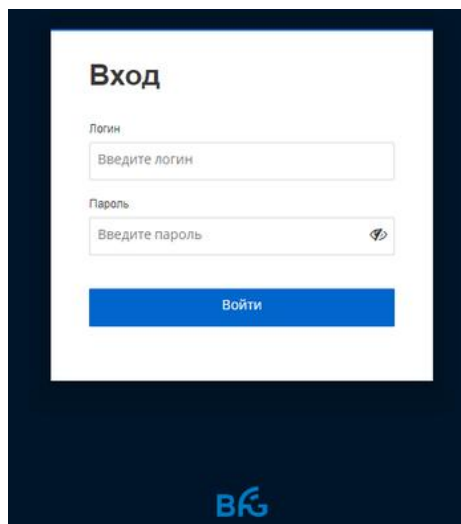
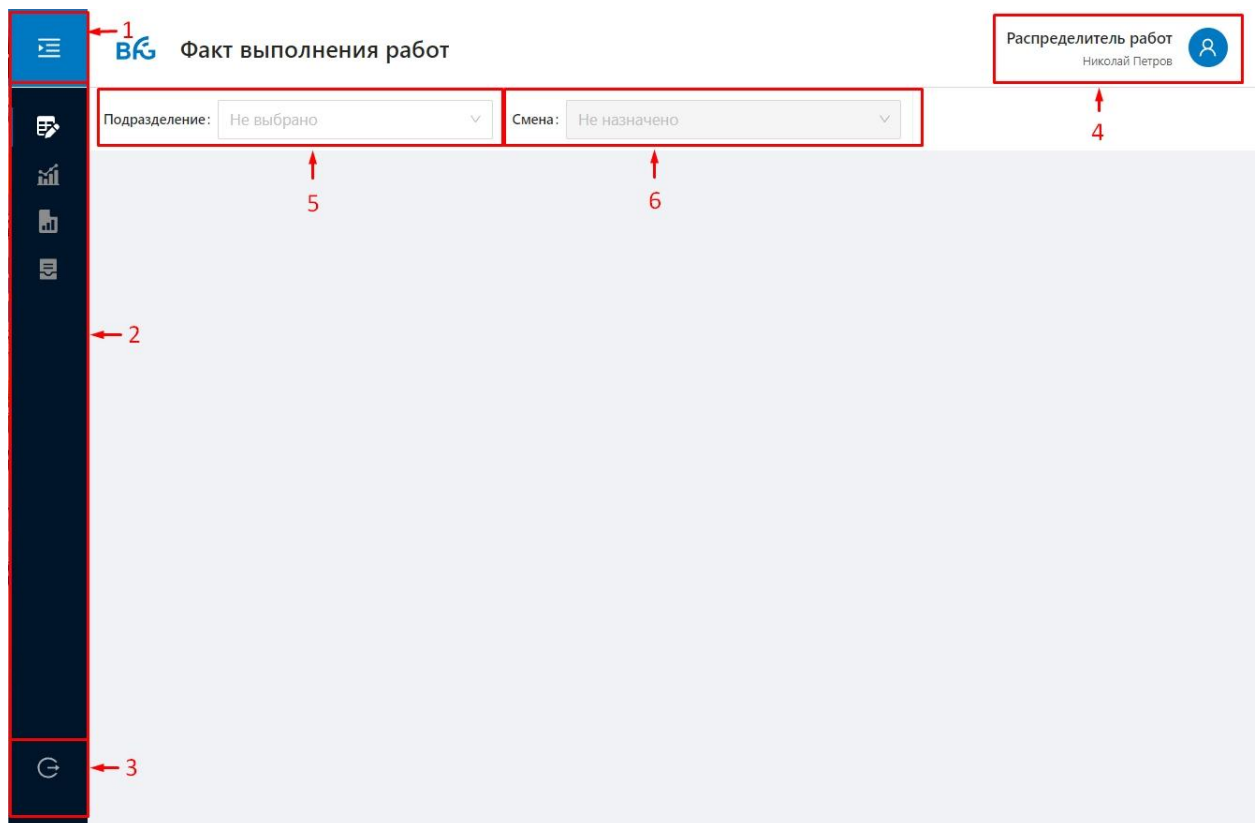

Рисунок 116
Рисунок 119
2. В открывшемся окне авторизации (Рисунок 116) указать логин и пароль, затем нажать на кнопку **Войти**. В случае успешного ввода данных осуществится переход в основное окно профиля (Рисунок 119).
После успешной авторизации откроется основное окно профиля распределителя работ (Рисунок 119).
По умолчанию в профиле отображается окно ввода факта выполнения работ (Рисунок 119) и данные пользователя (Рисунок 119 п.4).
Для перехода в другие окна системы необходимо раскрыть панель меню (Рисунок 119 п.1) и выбрать нужный пункт меню (Рисунок 119 п.2).
2. После выбора подразделения автоматически будет выбрана текущая смена (Рисунок 119 п.6) и обновятся данные в таблице (Рисунок 121).